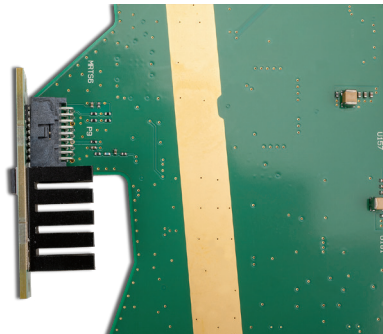

Abbildung 5a: Nahaufnahme eines neuen HF-Frontend mit ASIC-Technologie von Keysight
- ein einzelner HF-Frontend im Miniaturformat (Abbildung 5a)